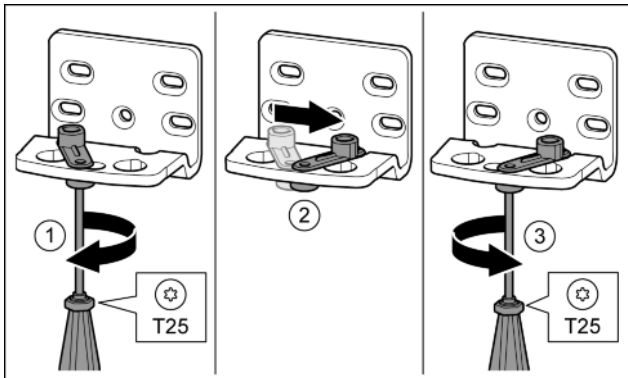

Fig. 15\*
- ▶ Отпустить винт отверткой T25. Fig. 15 (1)\*
- ▶ Приподнять фиксатор двери и, повернув на 90° вправо, вставить в отверстие. Fig. 15 (2)\*
- ▶ Затянуть винт отверткой T25. Fig. 15 (3)\*